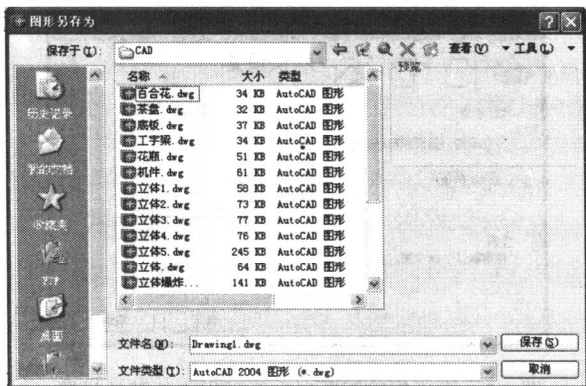
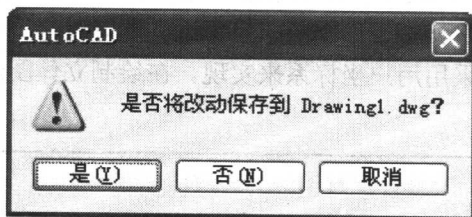

图 1.10 “图形另存为”对话框
图 1.12 “是否保存文件”对话框
- ① 对于新文件可以单击“标准”工具栏上的保存文件图标 , 或执行“文件”下拉菜单中的“保存”或“另存为...”选项, 或在命令行键入 Qsave 或 Saveas 并回车, 用这三种中的任意一种方式即可打开“图形另存为”对话框, 如图 1.10 所示。
★ 注意: 如果所编辑的文件是已保存过的文件, 当再次执行“文件”下拉菜单中的“保存”命令或在命令行输入 Qsave 命令则不会再弹出如图 1.10 所示的对话框, 而是按原文件名保存。但若执行“文件”下拉菜单中的“另存为”命令或在命令行输入 Saveas 命令则再次打开图 1.10 所示的对话框, 提示用户重新设置保存路径、文件名及文件类型。
绘制或编辑完图形后，与其他 Windows 应用程序一样，用户可用 AutoCAD 界面系统标题栏右端的关闭按钮退出 AutoCAD，也可以单击“文件”下拉菜单中的“退出”，或执行 Quit 或 Exit 命令退出 AutoCAD。如果当前正在编辑的图形文件没有执行保存或修改后未做最后一次保存操作，在退出 AutoCAD 时，系统会弹出如图 1.12 所示对话框，询问用户是否对所绘制或编辑的图形进行存盘。选择单击“是”按钮，系统弹出图 1.10 所示“图形另存为”对话框，用户再根据需要进行保存。